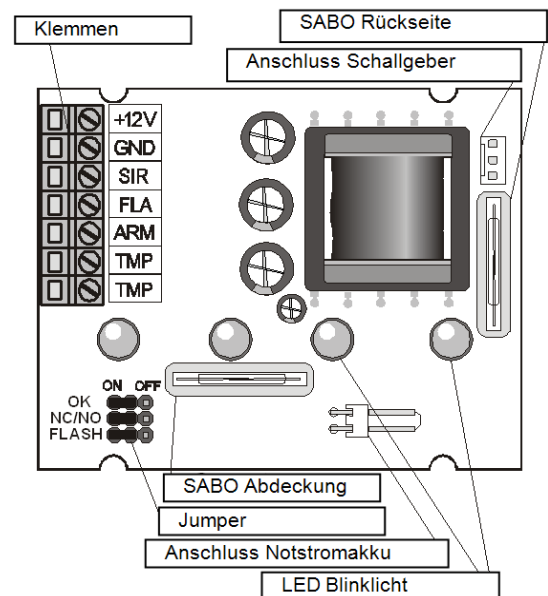

Abbildung 1 – Vorderansicht der Platine
**Wichtig:** Wird ein Sirenenalarm ausgelöst während die Sirene nicht mit dem Schallgeber-Anschluss (siehe Bild 1) verbunden ist, wird das Gerät zwar nicht beschädigt, aber die Anschlüsse stehen dann unter hoher Spannung.